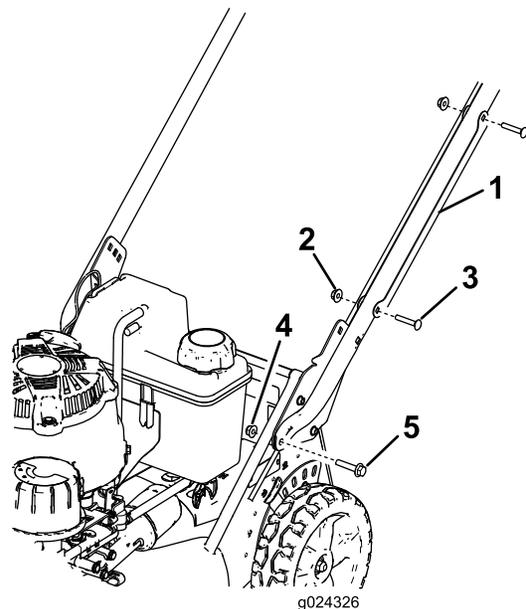

図 3
1. ハンドル **図 3** からケーブルガードを外す。ケーブルガードをハンドルに固定しているキャリッジボルト2本とロックナット2個を外す。
2. モアのハウジングにハンドル端部を取り付ける六角ヘッドフランジボルト5/16 x 1½ インチ2本とフランジナット5/16 インチ2個を使って **図 3** のように取り付ける。
- ケーブルガードをハンドルに位置決めするケーブルがガードの内側になるようにして、先ほど外したキャリッジボルト2本とロックナット2個でガードをハンドルに取り付ける 図 3。